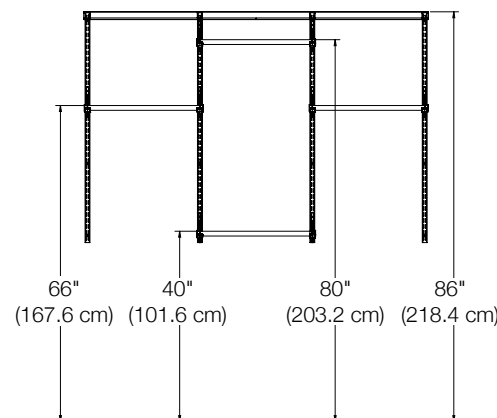

Imagen 1
c. Alturas normales de los barrales para armarios (medir desde el piso hasta la parte superior del barral del armario): 66" (167.6 cm) para una configuración con un solo barral, 40" (101.6 cm) y 80" (203.2 cm) para una configuración con dos barrales (**Imagen 1**).